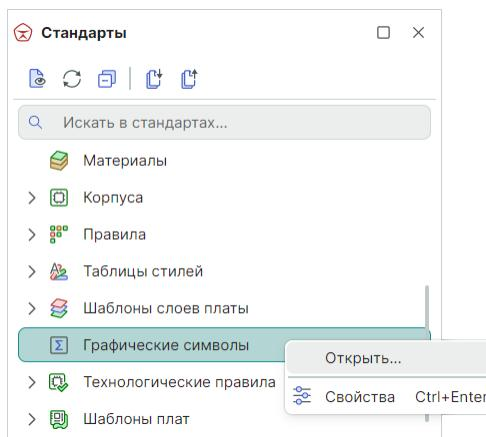

Рис. 140 Вызов редактора
2. Вызовите для узла контекстное меню и выберите команду «Открыть...» или откройте с помощью двойного клика мыши, см. Рис. 140.